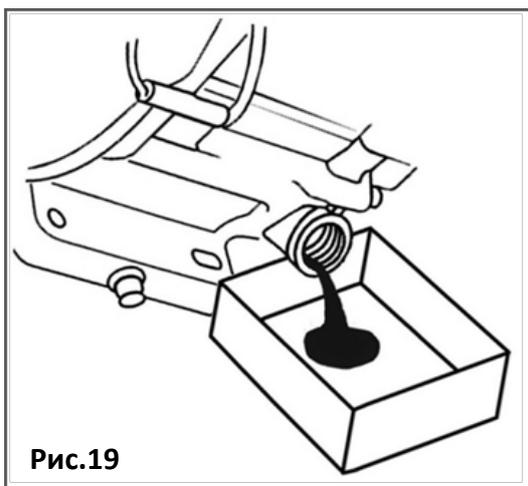

Рис.19
положений рабочего валика **(2)** в нижнее (рабочее) положение «**B**» (Рис. 19) и продолжите работу.
- Наклоните аэрактор-скарифikator в сторону масло заливной горловины двигателя и слейте отработанное масло через масло заливную горловину в подготовленную для этого емкость (Рис. 19).